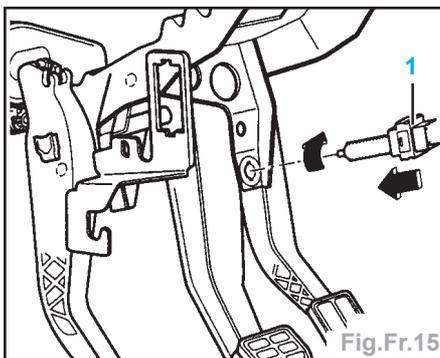

Fig.Fr.15
- Déposer le contacteur (1) en le tournant à 45 degrés à gauche (Fig.Fr.15).